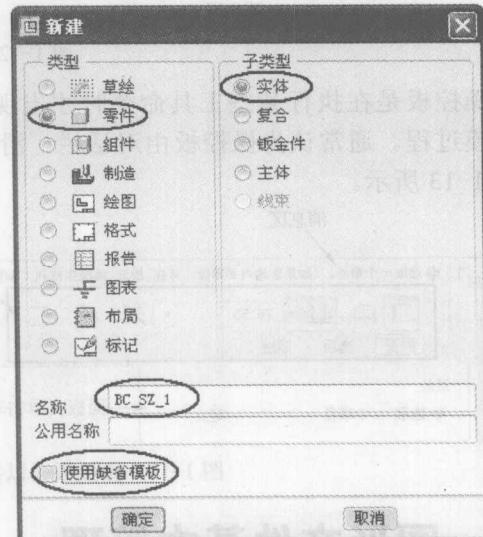

图 1-15 在“新建”对话框中设置与操作
① 在工具栏中单击“新建”按钮 ，或者在菜单栏中选择“文件”|“新建”命令，打开“新建”对话框。
② 在“新建”对话框中，从“类型”选项组中选择“零件”单选按钮，从“子类型”选项组中选择“实体”单选按钮。在“名称”文本框中输入由有效字符组成的零件文件名。单击“使用缺省模板”复选框，从而取消选中此复选框。在“新建”对话框中单击“确定”按钮。在“新建”对话框中的设置操作如图 1-15 所示。